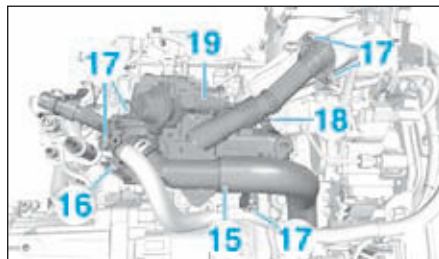

FIG.93
- Débrancher le raccord (13).
- Ecarter le raccord des canalisations (14) du circuit de dépression.
- Débrancher la durit (15) (Fig.93).
- Déposer l'agrafe (16) et écarter le faisceau électrique.
- les vis (17),
- l'écrou (18),
- le module de recyclage des gaz d'échappement (19).